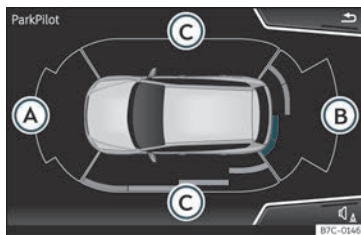

Fig. 238 Visualização da ajuda ao estacionamento no ecrã do sistema Easy Connect.
Os para-choques têm sensores integrados. Quando detetam um obstáculo, indicam-no através de sinais sonoros e no sistema Easy Connect »» **Fig. 238**.
No caso de avaria de algum sensor traseiro, serão apenas apresentados os obstáculos na área (A) >>> Fig. 238. No caso de avaria de algum sensor dianteiro, serão apenas apre-